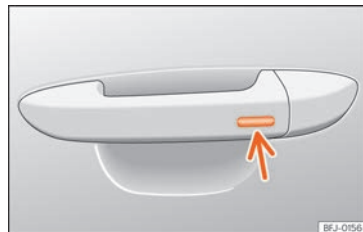

Abb. 88 Türgriff: Sensorfläche.
- Halten Sie einige Sekunden lang einen Finger über die Verriegelungssensorfläche »» **Abb. 88** (Pfeil) am Türgriff, damit das Dach geschlossen wird. Wenn Sie die Sensorfläche nicht mehr berühren, wird die Schließfunktion unterbrochen.